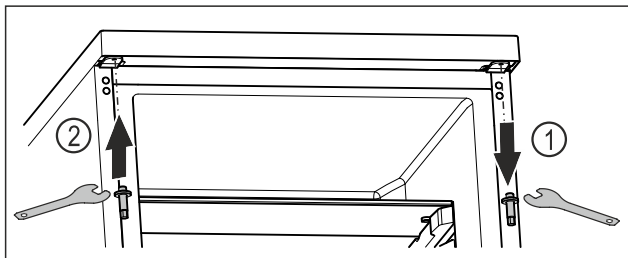

Fig. 22
- ▶ Отвийте горния болт с външен шесткантов ключ. Fig. 22 (1)
- ▶ Затегнете болта от другата страна с помощта на външния шесткантов ключ. Fig. 22 (2)